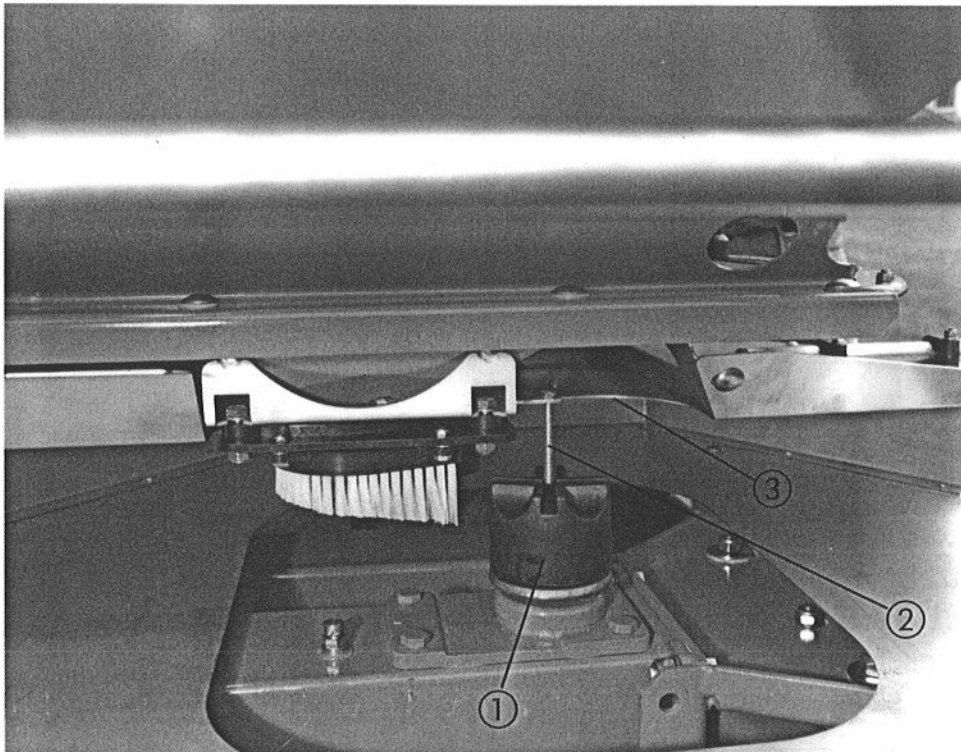

Bild 9
- ◆ Der Abstand von Oberkante Wurfscheibennabe bis Unterseite Boden (Bild 9; Nr.3) muß 11,8 cm betragen.
- ◆ Kunststoffhutmutter (Bild 9; Nr.1) aufschrauben.
- ◆ Schraube (Bild 9; Nr.2) M6 x 70 durch die kleinere Bohrung im Boden (Bild 9; Nr.3) stecken.
- ◆ Die Schraubenspitze muß bei Aufgabepunkteinstellung 7 auf den Mittelpunkt der Kunststoffhutmutter (Bild 9; Nr.1) zeigen.